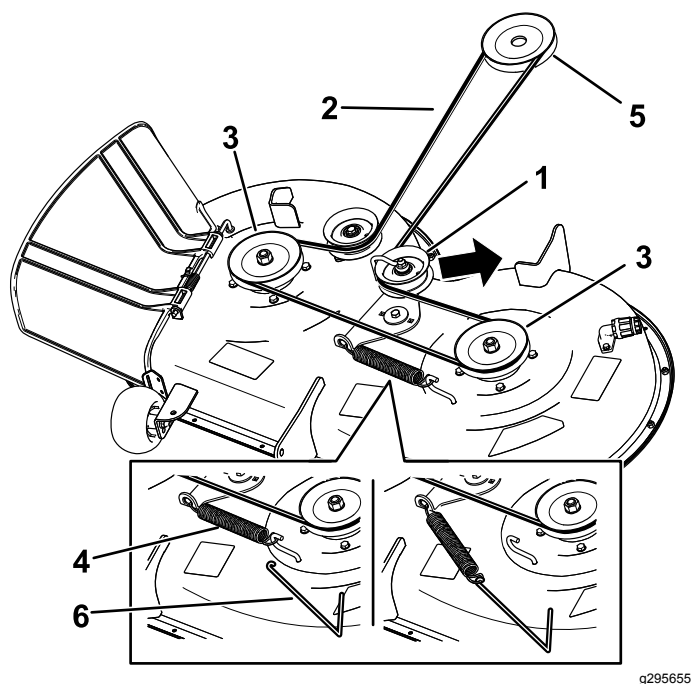

Figura 49
2. Tornillo (3)
5. Usando una herramienta para la retirada de muelles (Pieza Toro N° 92-5771), retire el muelle tensor del gancho de la carcasa para eliminar la tensión de la polea tensora, y retire la correa de las poleas (Figura 49).
6. Pase la correa nueva alrededor de las poleas del motor y del cortacésped (Figura 49).
7. Usando una herramienta para la retirada de muelles (Pieza Toro N° 92-5771), instale el muelle tensor sobre el gancho de la carcasa y tense la polea tensora y la correa (Figura 49).